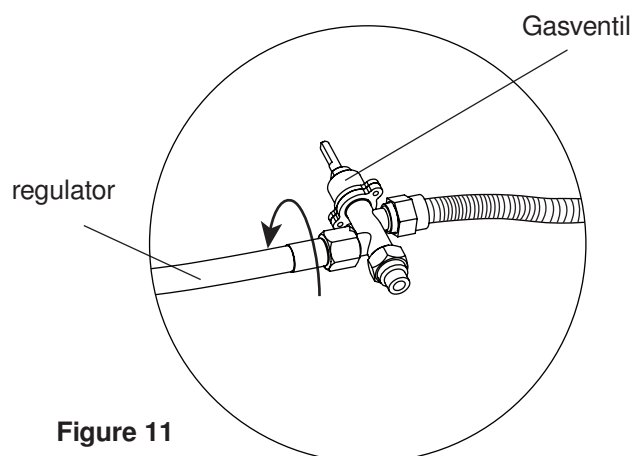

Figure 11
12. Mit einem Schraubenschlüssel den Regler gegen den Uhrzeigersinn vom Gasventil abschrauben und abtrennen (siehe Figure 11).